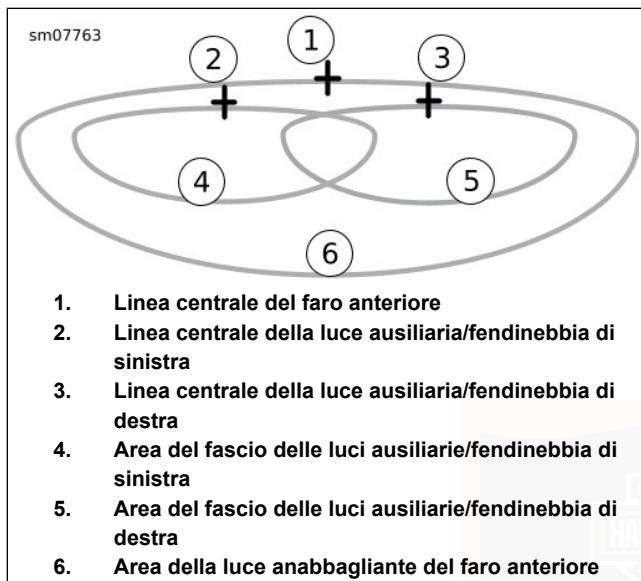

Figura 92. Fascio di luce del faro anteriore: Tipo a LED con luci ausiliarie/fendinebbia
4. Vedere Figura 92. Contrassegnare sul muro le linee centrali, orizzontali e verticali delle luci ausiliarie/fendinebbia (2, 3).
7. Accendere la luce anabbagliante e coprire sia il faro anteriore che la luce ausiliaria/fendinebbia di destra. Regolare la luce ausiliaria/fendinebbia di sinistra, in modo che l'intera zona ad alta intensità (4) sia sotto la linea mediana, come mostrato in Figura 92.